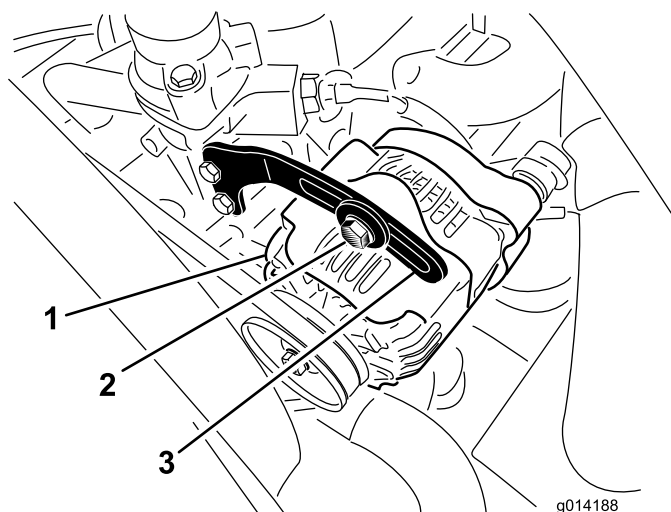

Figure 48
2. Contrôlez la tension de la courroie d'alternateur (Figure 48) en exerçant une force de 10 kg (22 lb) à mi-distance entre les poulies d'alternateur et de vilebrequin.
3. Desserrez le boulon qui fixe le renfort à l'alternateur (Figure 48), et le boulon de pivot d'alternateur.